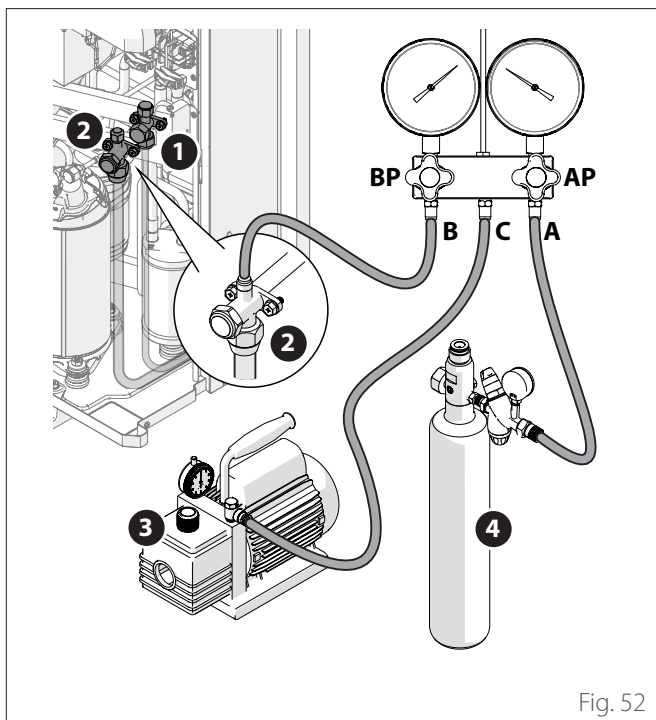

Fig. 52
- Ligue as tubagens de vácuo como em "Fig. 52" e a tubagem para a botija de azoto.
- Ligue a bomba de vácuo, abra a ligação entre (C) e (B), abra a torneira (BP) do grupo de manómetros para iniciar a evacuação.
- Abra (AP) para encher o circuito com azoto e pressurize até 0,1 MPa (1 bares).
- Abra ligeiramente durante alguns segundos a válvula de corte (2) e volte a fechá-la ("Fig. 52").